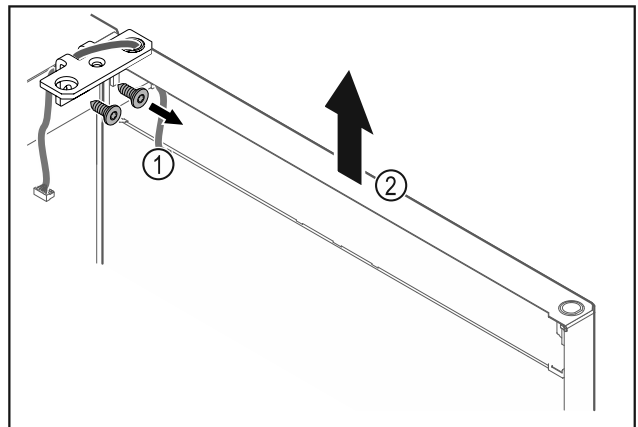

Fig. 17
- ▶ Odskrutkujte uholník závesu Fig. 17 (1).
- ▶ Zdvihnite dvere vrátane uholníka závesu Fig. 17 (2) cca 200 mm nahor a odoberte ich.